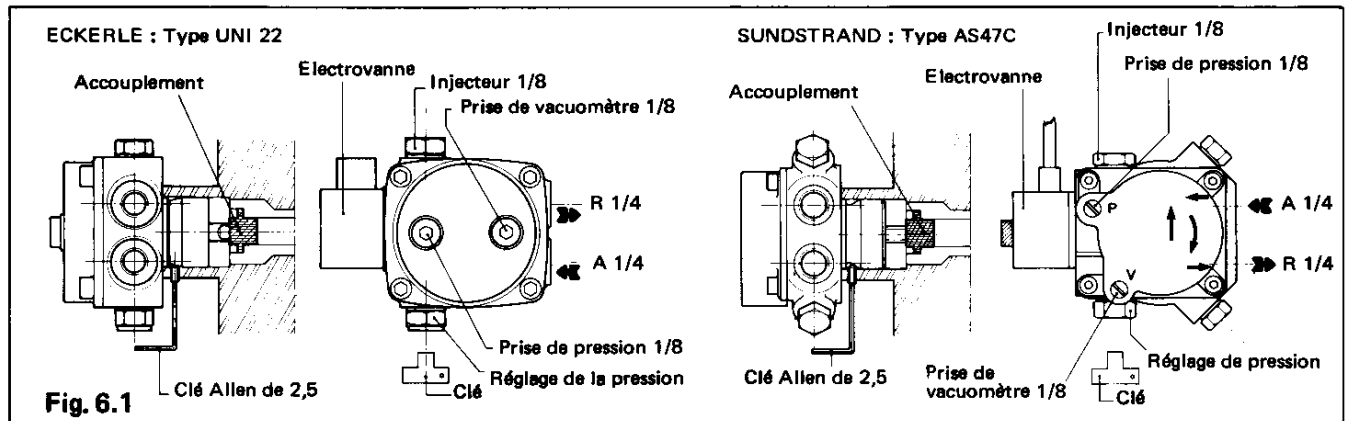

Fig. 6.1
- Vérifier que la pompe est branchée correctement (fig. 6.1)
REGLAGE DE LA PRESSION DE LA POMPE (fig. 6.1)
La pression de réglage peut être vérifiée à l'aide d'un manomètre que l'on monte à la place de la vis bouchon dont l'emplacement est indiqué fig. 6.1 (taraudage 1/8").